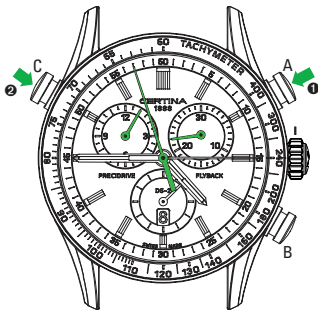

Рис. 5
**Считывание промежуточного времени 1 (см. рис. 5)**